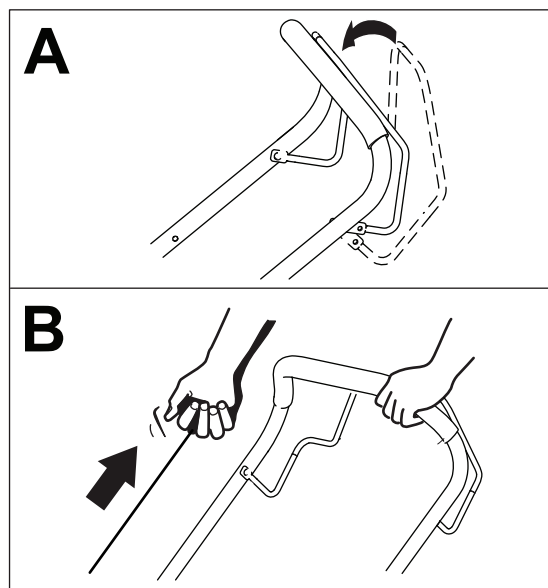

Figura 13
6. inei bara de comandă pentru lamă lângă mâner (A din Figura 13).
7. De la motor, tragei mânerul demarorului cu recul (B din Figura 13).